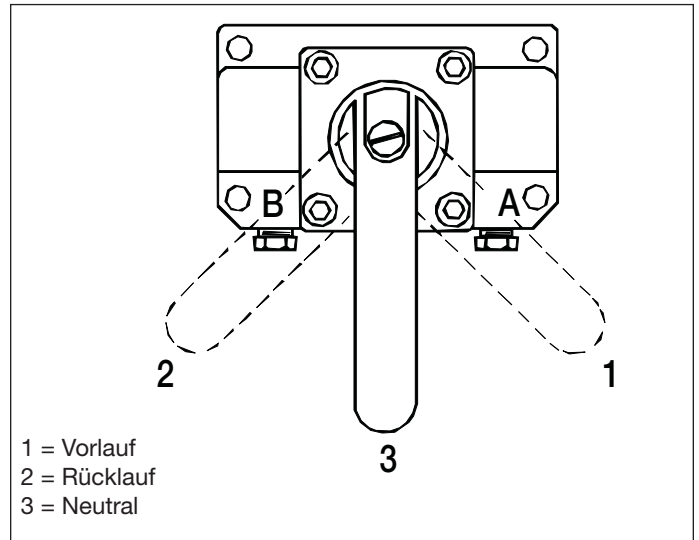
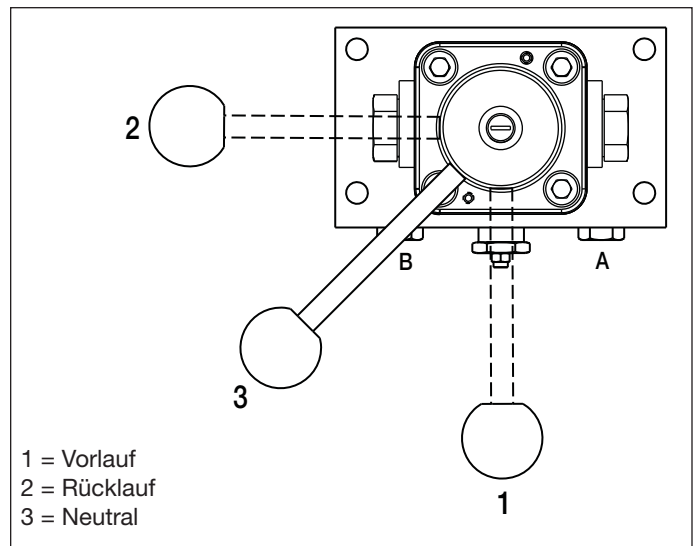

Abb. 11, Ventilgriffpositionen, VM33, VM33L, VM43, VM43L
Abb. 12, Ventilgriffpositionen, VM33M, VM43M
4. Drehen Sie den Griff des Steuerventils in die neutrale Position („3“). Ventilpositionen siehe Abb. 11 für VM33 und VM43. Ventilpositionen siehe Abb. 12 für VM33M und VM43M.
4. Drehen Sie den Griff des Steuerventils in die neutrale Position („3“). Ventilpositionen siehe Abb. 11.